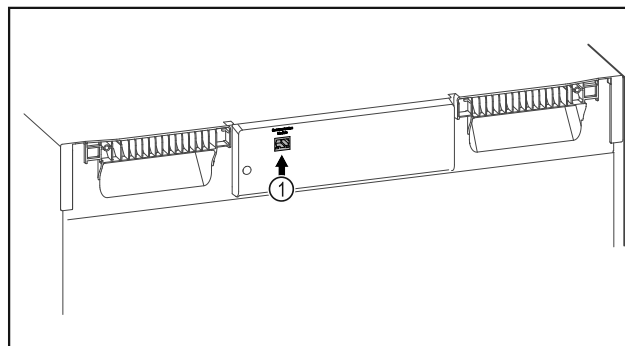

Fig. 112
- Vstavljen je SmartModule Fig. 112 (1).